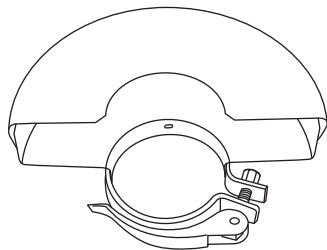

Fig. 3, Proteção para corte (12)
- > Utilize a proteção fechada (12) para cortar (Fig. 3).